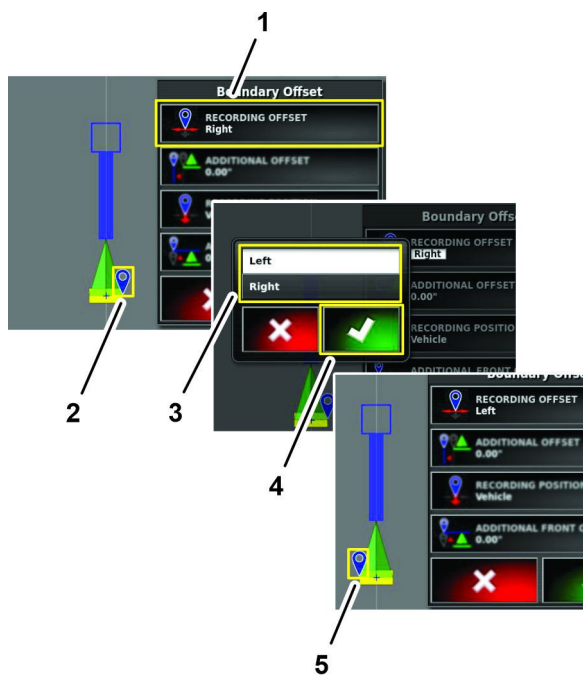

Рисунок 198
1. Нажмите на значок «СМЕЩЕНИЕ ПРИ ЗАПИСИ» (Рисунок 198).
2. В диалоговом окне нажмите на значок «СЛЕВА» или «СПРАВА», а затем нажмите на значок подтверждения (Рисунок 198).